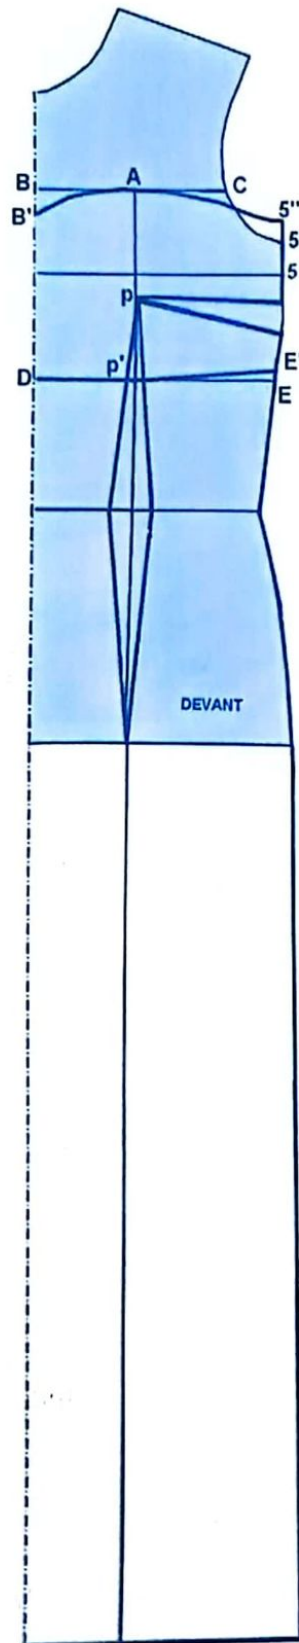

FIG 1
- Tracez le bord extérieur du haut de la robe en courbe en passant par les point **B'**, **A** et **5''** comme indiqué sur le schéma (fig.1).